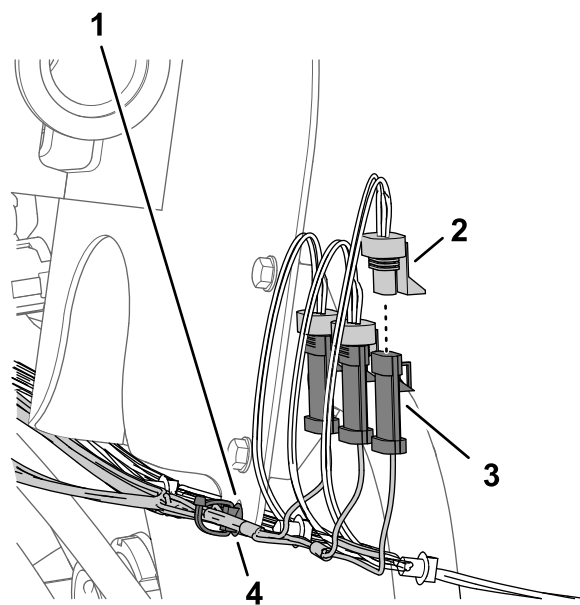

Figura 86
- Conecte el conector de 3 pines de la rama de 89 cm del arnés de cables marcado LEFT SPRAY al conector hembra de 3 vías del arnés de cables de la máquina marcado LEFT SPRAY VALVE (Figura 86).
- Conecte el conector de 3 pines del arnés de cables del kit marcado CENTER SPRAY al conector hembra de 3 vías del arnés de cables de la máquina marcado CENTER SPRAY VALVE (Figura 86).
- Conecte el conector de 3 pines del arnés de cables del kit marcado RIGHT SPRAY al conector hembra de 3 vías del arnés de cables de la máquina marcado RIGHT SPRAY VALVE (Figura 86).
- Introduzca la grapa del arnés de cables del kit en el orificio de la pestaña del soporte del caudalímetro (Figura 86).